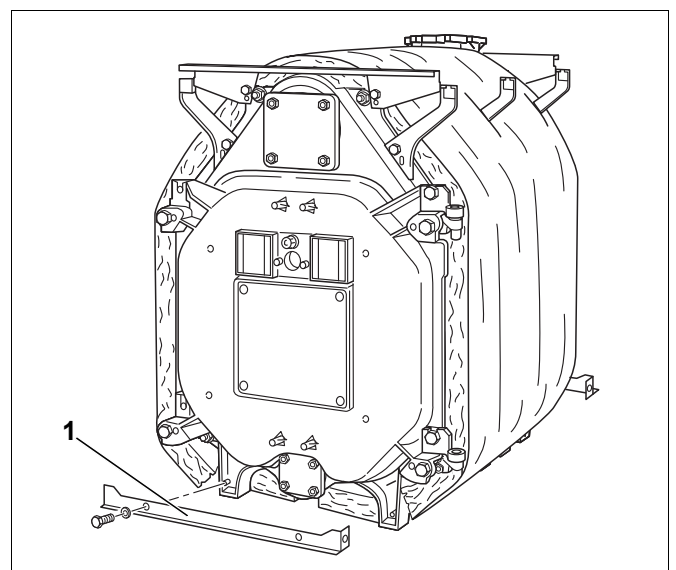

Рис. 43 Установка нижних поперечных траверс
- ▶ Снизу, спереди и сзади закрепить двумя болтами поперечные траверсы (рис. 43, [1]) к ножкам котла. Отбортовки этих траверс должны быть направлены от котла.